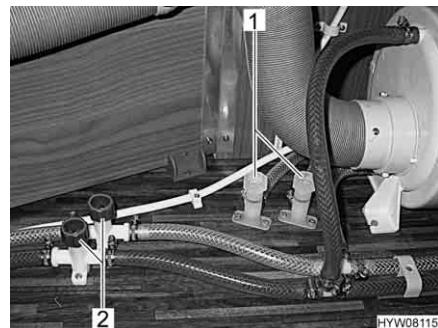
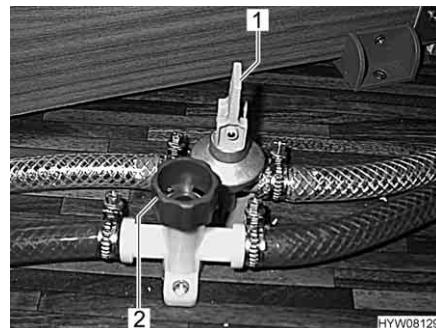

Fig. 158 Rubinetti di scarico scal-daaqua
Fig. 159 Rubinetti di scarico del boiler
- Chiudere tutti i rubinetti di scarico. A tal fine ruotare i coperchi (Fig. 158,1 e 2 o Fig. 159,2) in senso orario oppure posizionare la leva a bilanciere (Fig. 159,1) in posizione orizzontale.